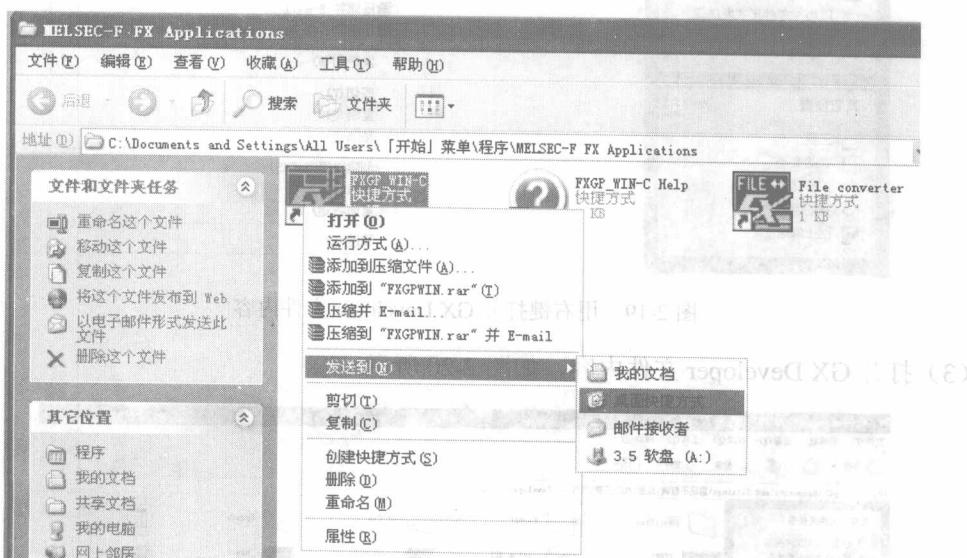

图 2-16 发送到“桌面快捷方式”
(15) 发送到“桌面快捷方式”, 以便每次开机后能从桌面上快速找到该软件, 进行编程。如图 2-16 所示。